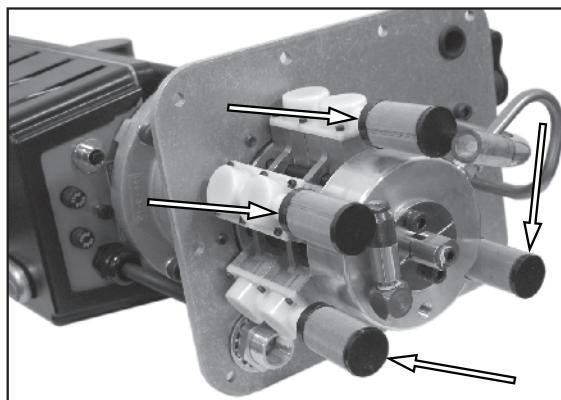

Рис. 6.
12. См. рис. 6. Замена всасывающих фильтров приемных патрубков (4 шт.)